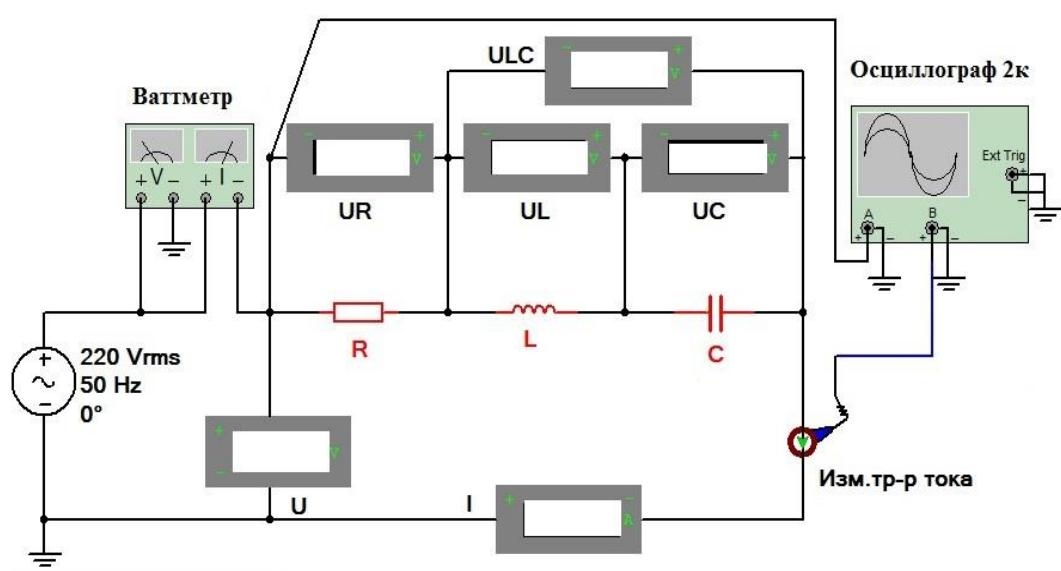

Рис. 2.1
1. Собрать в MultiSim схему электрической цепи с последовательным соединением элементов R, L, C (рис. 2.1).
3. Выполнить исследование последовательного колебательного контура (рис. 2.1) при изменении емкости конденсатора C и заполнить табл. 2.1.